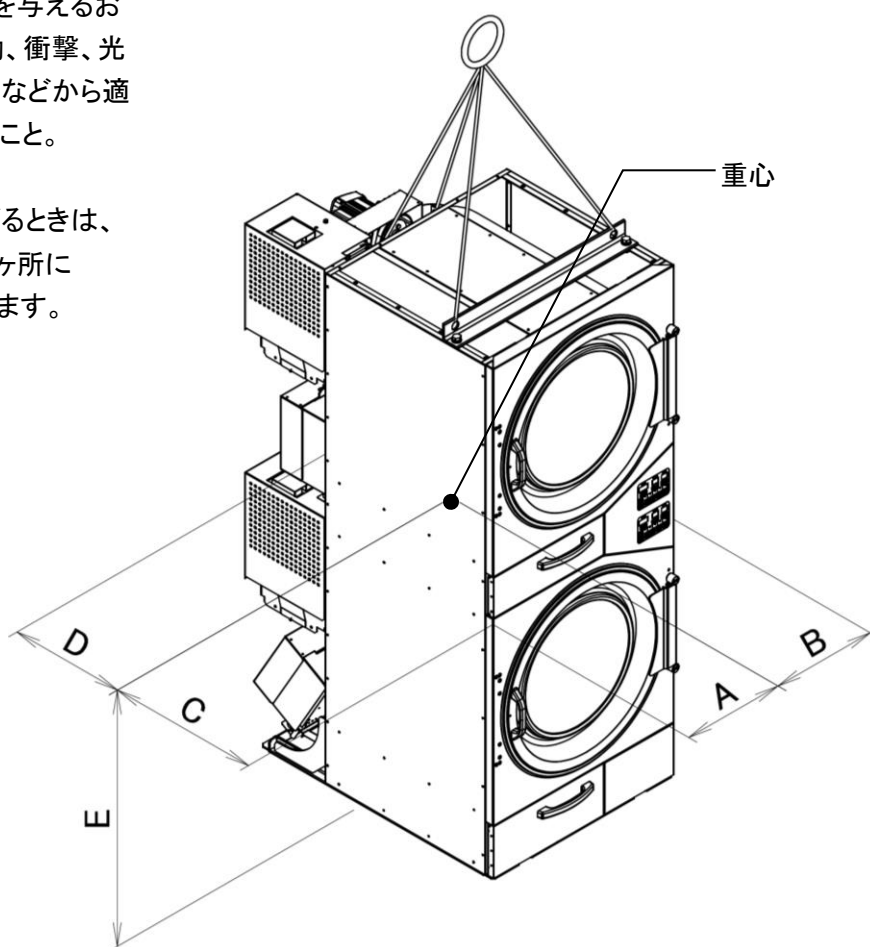

図 3-1
- 3) クレーン等で機械を吊り上げるときは、本体上部四隅(図 3-1)の 4ヶ所に必ずフックを掛けて吊り上げます。
- 4) 重量と重心(図 3-1)